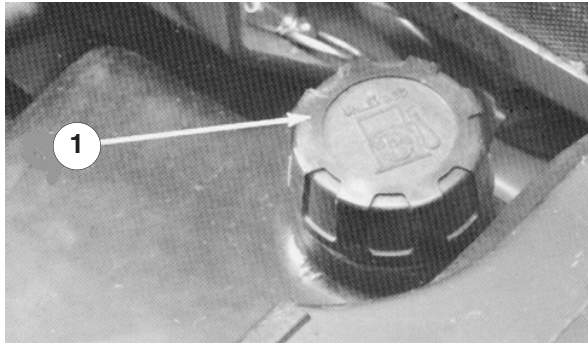

Figure 4
1. Basculez le siège en avant et bloquez-le avec la béquille pour l'empêcher de retomber accidentellement. Nettoyez la surface autour du bouchon du réservoir de carburant avec un chiffon propre (Fig. 4).